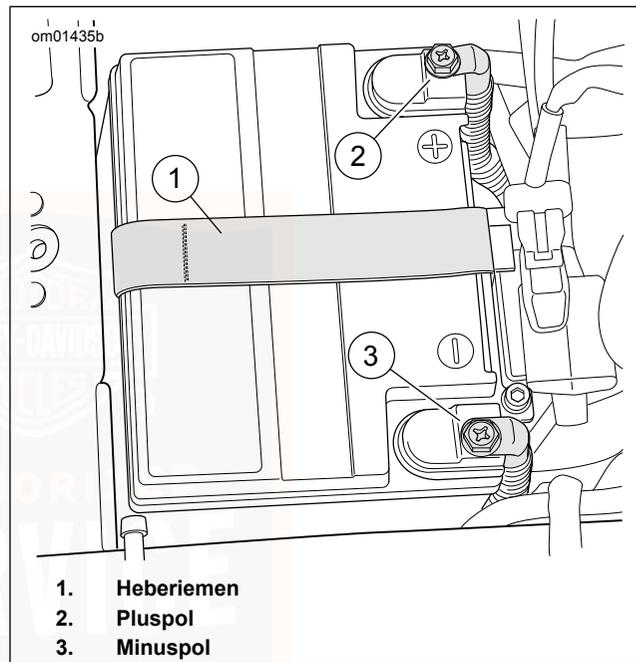

Abbildung 96. Batteriefach
- Siehe Abbildung 96. Beide Batteriekabel, das Batterieminskabel zuerst, abklemmen.
- Siehe Abbildung 96. Die Batterie mit der Kontaktseite nach vorne in die Batteriegrundplatte einsetzen.